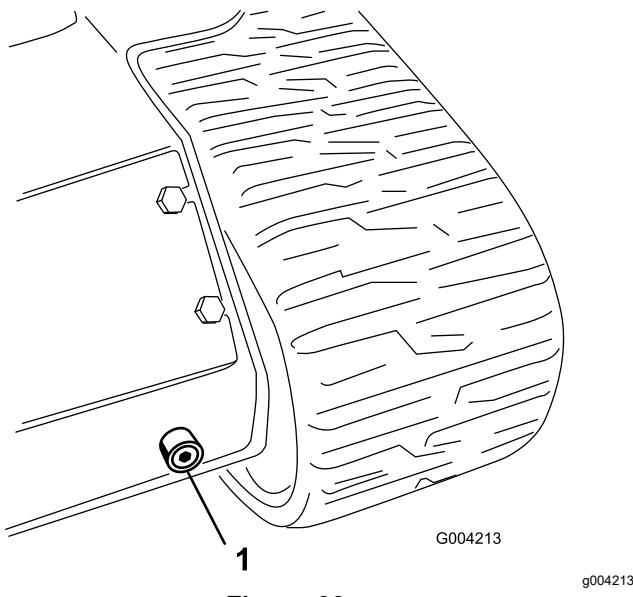

Figura 66
6. Coloque un recipiente grande con capacidad para 57 litros (15 galones US) debajo del tapón de vaciado situado en la parte delantera de la máquina (Figura 66).
7. Retire el tapón de vaciado y deje fluir el aceite al recipiente (Figura 66).